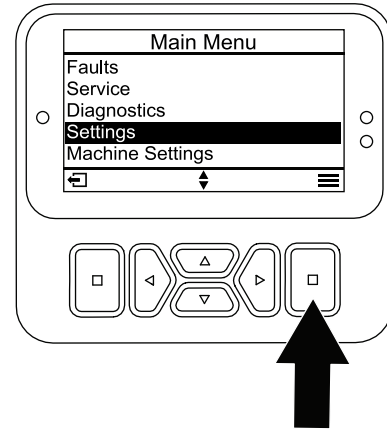

Figura 20
1. En el menú PRINCIPAL, vaya al menú SETTINGS (Ajustes) y pulse el botón de selección (Figura 20).